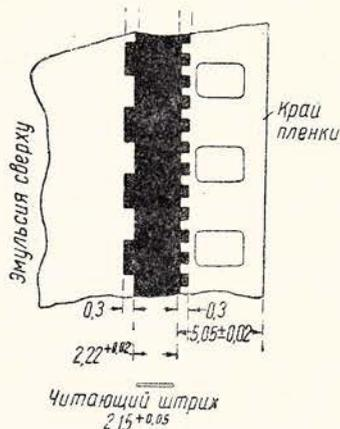

Рис. 15. Вид фонограммы для определения расположения читающего штриха
4. Фонограмма «маяк» (рис. 15) служит для определения правильности расположения читающего штриха. Эта фонограмма в пределах площади, которая прочитывается штрихом, не имеет модуляции, она полностью зачернена. С одного края фонограммы (у кадра) записана частота 300 гц, а с другого края (у перфорации) — частота 1200 гц. Если штрих расположен правильно, то при воспроизведении этой фонограммы звук не должен быть слышен; если штрих сдвинут в сторону кадра, будет слышна частота 300 гц; если штрих сдвинут в сторону перфорации, будет слышна частота 1200 гц. При слишком длинном штрихе обе частоты будут слышны одновременно.